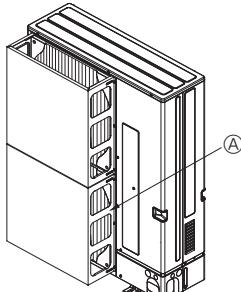

Fig. 2-4
- Montera en extra luftledare om enheten installeras på en plats där kraftig vind från tyfoner osv kan komma direkt in i luftutblåset. (Fig. 2-4)